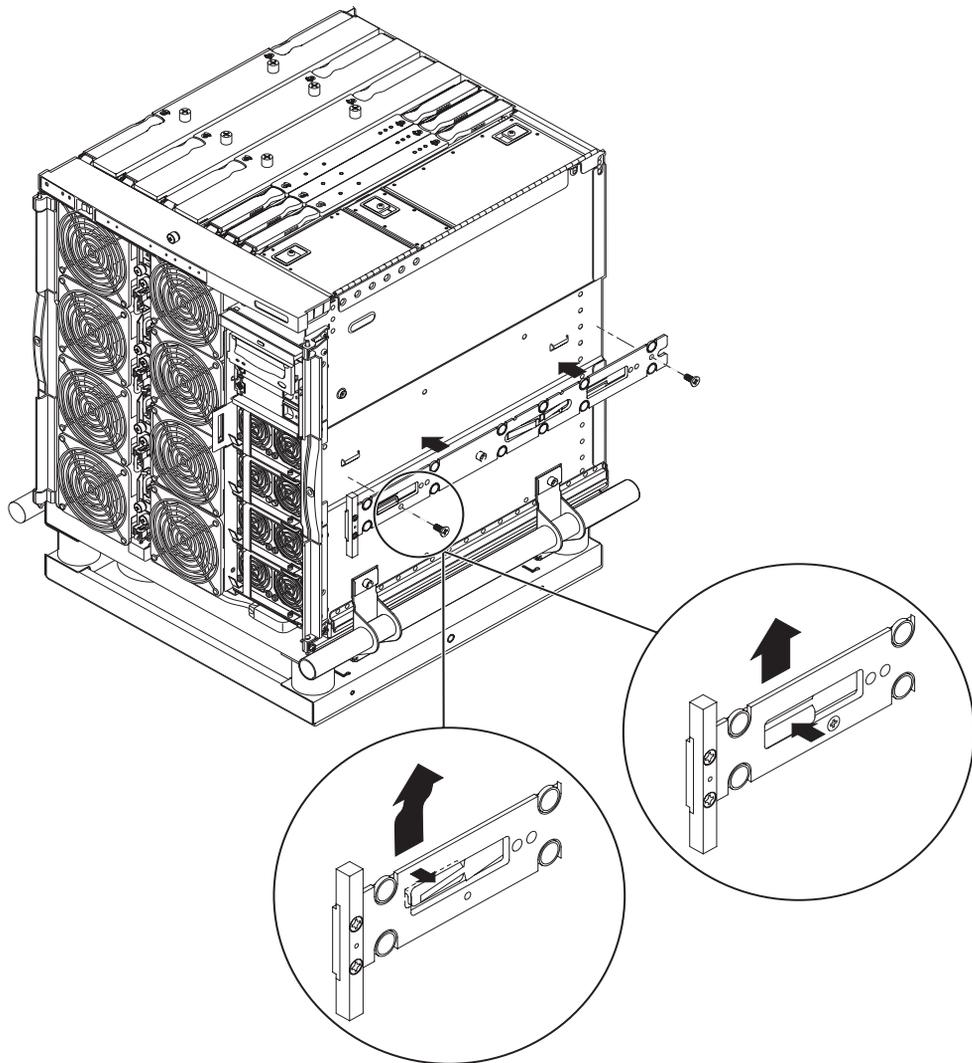

FIGURA 1-4 Pestañas de resorte y muescas
2. Empuje el riel interno hacia arriba hasta que la lengüeta de sujeción situada en el lateral del sistema quede enganchada en las muescas del riel (FIGURA 1-4).